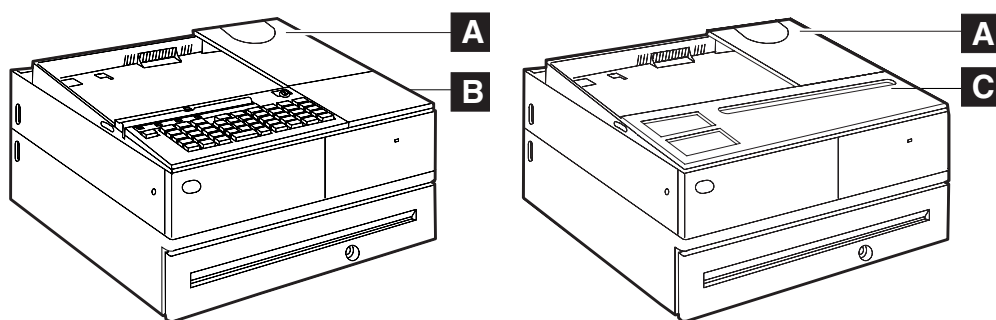

图 36. 已安装填充件的位置
1. 将显示器填充件 (图 36 中的 **A**) 放置在系统部件上。请勿卸下活销部分。
- a. 将键盘填充件面板 (图 36 中的 **B**) 放在键盘边上。
3. 如果使用触摸屏, 并因此而不使用键盘, 请将键盘替换件填充件面板 (图 36 中的 **C**) 放置在部件前部。将键盘替换件填充件面板的底脚钩进孔中, 并与填充件面板的正面咬合到位。